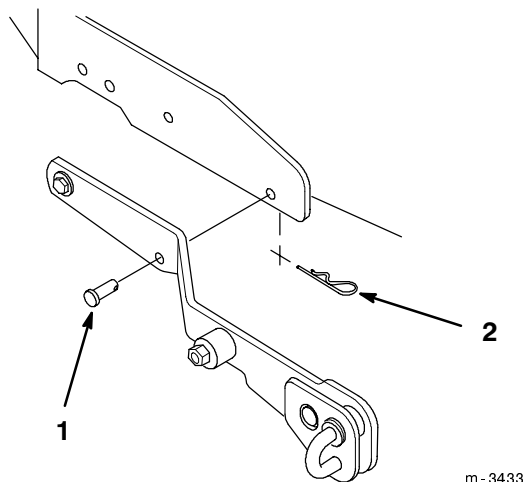

Abbildung 3
3. Wenn zuvor eine Schneefräse, eine Mähvorrichtung oder eine Ackerfräse an der Hebevorrichtung angebracht war, müssen die beiden Sicherungstifte an den Seiten der Hebevorrichtung entfernt werden (Abb. 3).